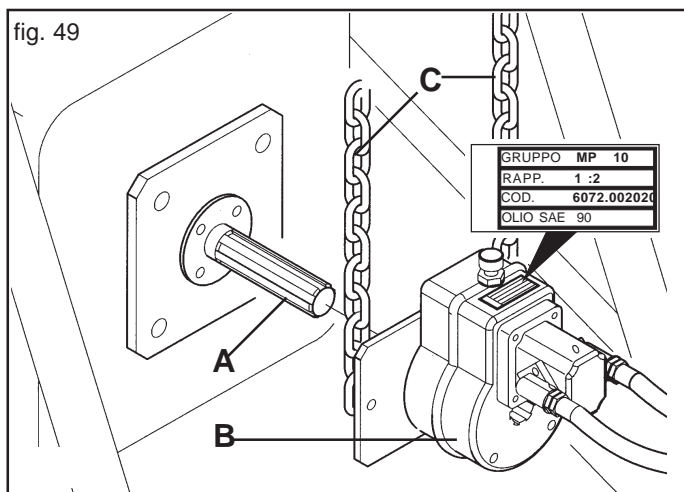

fig. 49
Con el motor apagado y el tractor bloqueado, conecte correctamente todas las conexiones rápidas. Limpie y engrase la toma de fuerza del tractor (A, Fig. 49). Conecte el multiplicador (B, Fig. 49) en la toma de fuerza del equipo, como muestra la Figura 49. Controle el correcto acoplamiento, bloquee la rotación del multiplicador con las cadenas suministradas de serie (C). **Controle el nivel de aceite en el multiplicador y, si fuera necesario, añada aceite (ESSO SAE W80-90).** Ponga en marcha el tractor y accione la instalación al ralentí por algunos minutos, haciendo que la presión sea constante en todo el circuito, para evitar la inestabilidad del soplador. Haga que el soplador llegue al número de revoluciones que corresponde a la condición de trabajo (Tabla 5).